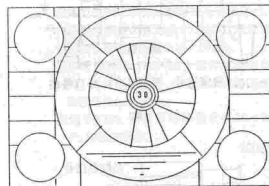

图3
②调节VR3502,使监视用彩色电视机屏幕上不出现场抖动,如图3所示。
(4) 对于NTSC制的模拟场同步的调试
②调节VR3503,使监视用彩色电视机屏幕上不出现场抖动,如图3所示;
③以SLP方式用空白磁带记录NTSC制视频信号,并重放刚才录下的部分,然后将它置于静像状态;
④调节VR3501,使监视用彩色电视机屏幕上不出现场抖动,如图3所示。